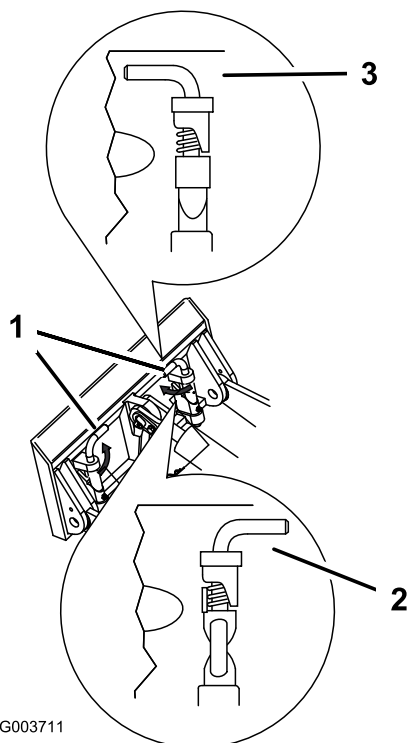

Рисунок 26
7. Закрепите быстроустанавливаемые штифты, убедившись в том, что они полностью вошли в монтажную поверхность (Рисунок 26).